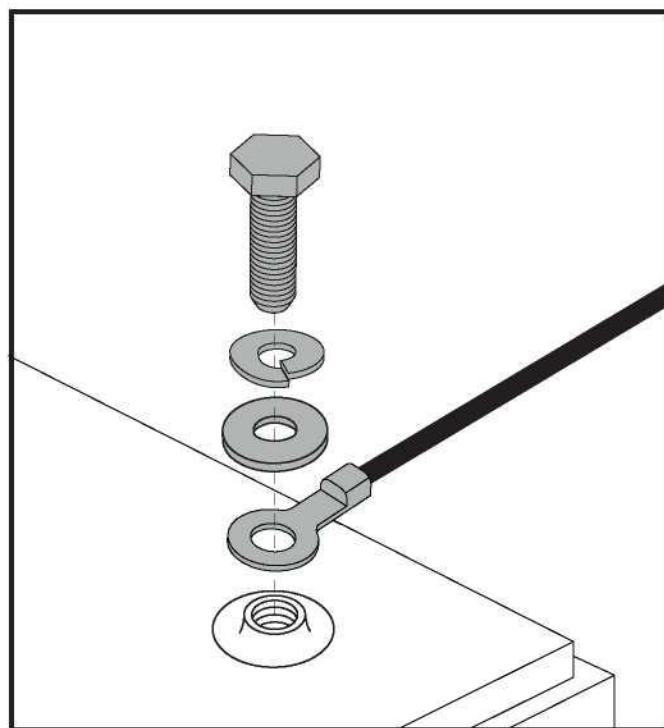

Figure 11. Batterie Borne Matériel
4. Débranchez les câbles des bornes des batteries en soulevant la couvercles des bornes et en desserrant le boulon et l'écrou sur chaque borne. **Voir la figure 11.**
NOTE: Certains scooters ont des entretoises installées pour sécuriser les batteries. Vous pouvez retirer les entretoises et les garder en sûreté jusqu'à ce que les batteries soient remplacées dans le scooter. **Voir la figure 11.**